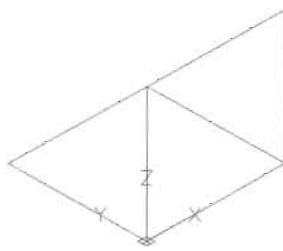

图 14-13
(2) 已知底面顶点和边长, 绘制楔形体。在“建模”工具栏中单击“楔体”按钮 , 绘制如图 14-13 所示的楔形体, 命令执行过程如下。